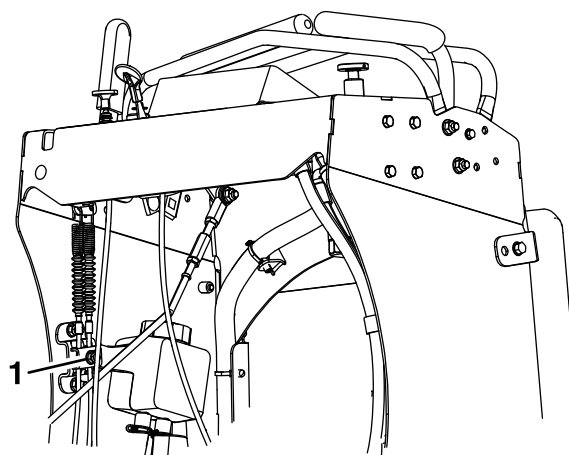

Figura 42
4. Afloje la abrazadera de los cables de freno, debajo de la consola (Figura 42).